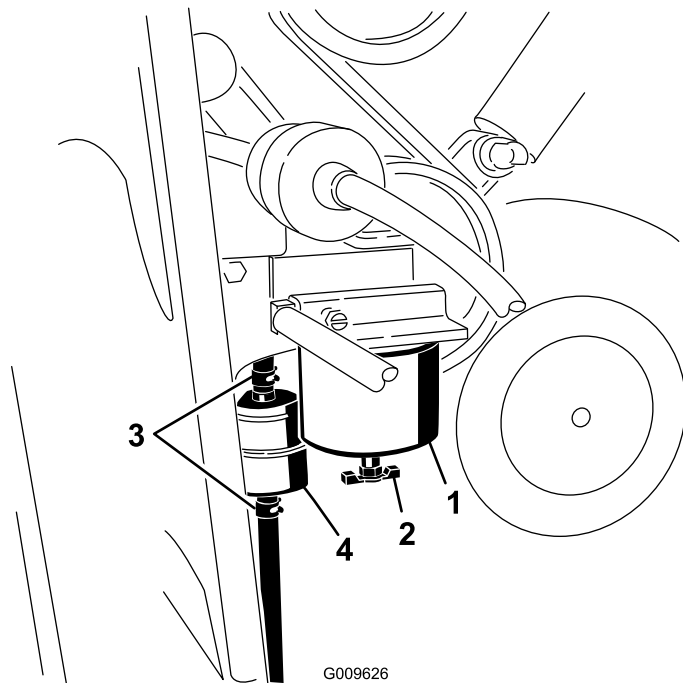

Рисунок 40
1. Найдите топливный фильтр на правой стороне двигателя (Рисунок 40) и поместите под ним чистую емкость.
2. Очистите область крепления стакана фильтра (Рисунок 40).
3. Снимите стакан фильтра и очистите монтажную поверхность (Рисунок 40).
5. Вверните стакан фильтра вручную в монтажное отверстие. После соприкосновения прокладки с монтажной поверхностью доверните стакан еще на пол-оборота (Рисунок 40).
6. Поместите встроенный фильтр под коробкой топливного фильтра (Рисунок 40) и отметьте направление стрелки потока на боковой стороне встроенного фильтра.
7. Ослабьте хомуты на обоих концах проходного фильтра и отсоедините от него шланги (Рисунок 40). Удалите в отходы фильтр.
8. Наденьте шланги на концы нового фильтра (Рисунок 40), убедившись, что стрелка на фильтре направлена в ту же сторону, что и стрелка на старом фильтре.